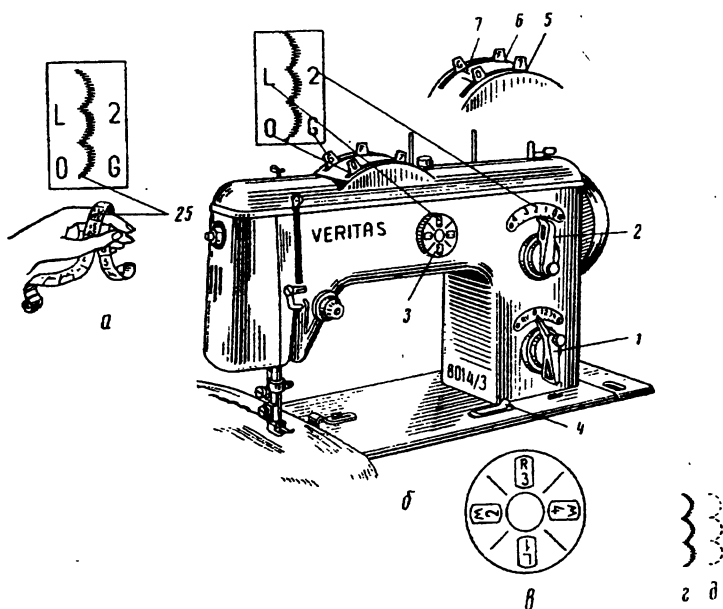

Рис. 37. Управление автоматикой на машине «Веритас» 8014/3
При регулировке машины на сантиметровой ленте выбирают узор, например двадцать пятый от начала ленты. Условно его называют узором 25 (рис. 37, а).
2) установить рычаг 1 (рис. 37, б) между нулем и первым делением в соответствии с желаемой густотой выбранного рисунка и толщиной верхней нитки;
4) в левом нижнем углу прямоугольника узора 25 (см. рис. 37, а) стоит 0, следовательно, цифровую (ближнюю) звезду 5 (см. рис. 37, б, 36, б) вращать не нужно;
5) поставить рычаг 3 знаком R/3 вверх (рис. 37, в), чтобы можно было вращать буквенную (дальнюю) звезду 6 (см. рис. 36, б);
6) в правом нижнем углу прямоугольника с узором 25 (см. рис. 94, а) стоит буква G, следовательно, буквенную звезду нужно вращать по ходу часовой стрелки (вправо) до тех пор, пока такая же буква G не встанет против черточки 7, как показано на рис. 37, б;
7) в середине левой стороны прямоугольника с узором 25 (см. рис. 37, а) стоит буква L, значит рычаг 3 надо поставить знаком L вверх;
8) в середине правой стороны прямоугольника (см. рис. 37, а) стоит цифра 2, значит рычаг 2 надо поставить на цифру 2 (см. рис. 37, б);
Узор 25 (см. рис. 37, а), как любой другой узор, можно делать из более узких частей (рис. 37, г), если рычаг 2 поставить между цифрами 2 и 1 или между 1 и 0, или на 0 (рис. 37, д). Однако ставить рычаг 2 на большую цифру, чем требуется по узору нельзя.